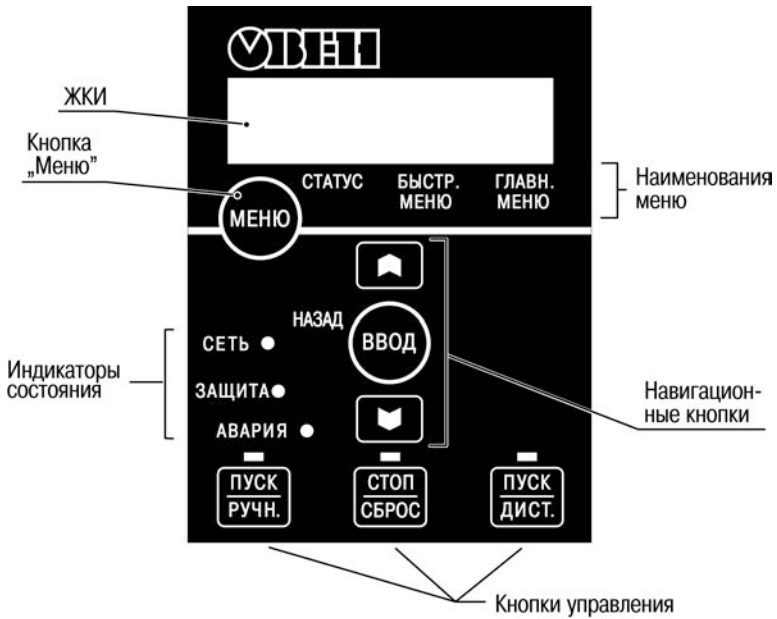

Рисунок 3.3 – ЛПО2 – Локальная панель оператора (без потенциометра)
- ЛПО2 (без потенциометра), рисунок 3.3.